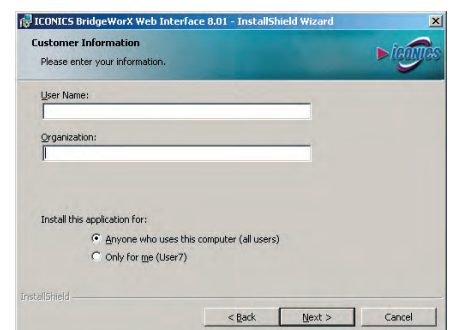
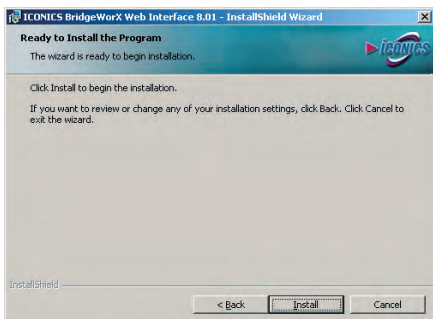

Рис. 29. Данные пользователя
Рис. 30. Завершение подготовительного этапа инсталляции Web-интерфейса
19. На экран будет выведено окно (рис. 29), позволяющее ввести данные пользователя, а также указать режим установки: для всех пользователей или только для текущего. Нажмите кнопку **Next** (Далее). На экране появится информационное окно, сообщающее о готовности к началу инсталляции (рис. 30). Нажмите кнопку **Install** (Установить).